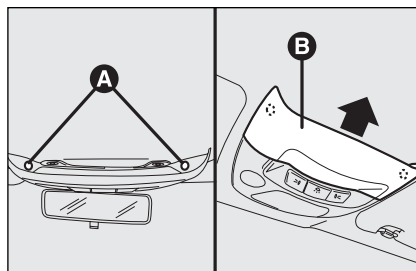

fig. 41
- ☐ presione sobre los sistemas de fijación **A**-fig. 41 y quite la moldura **B**;